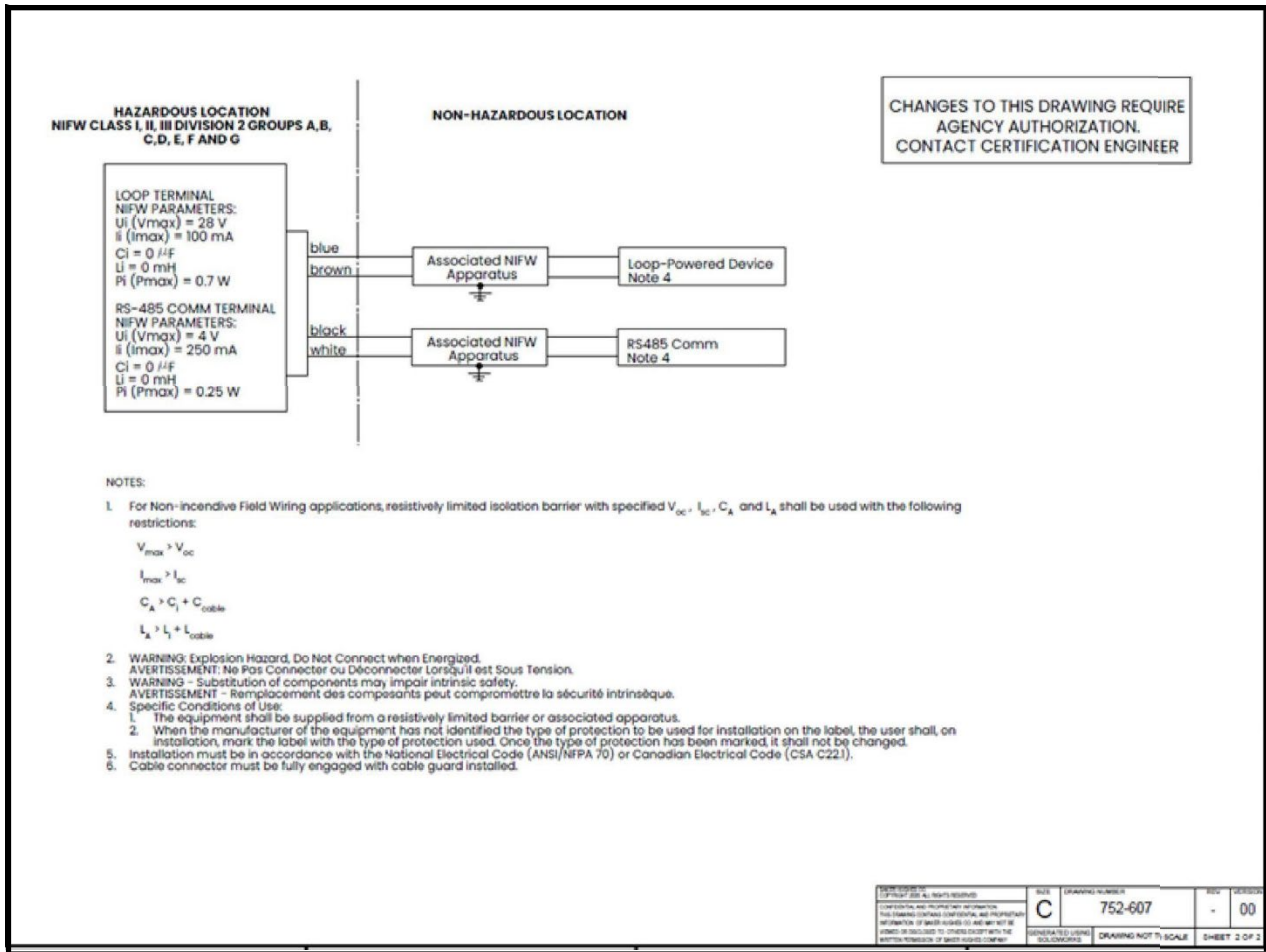

Abbildung 11: HygroProII Installationskontrollzeichnung für nicht-zündfähige Verdrahtung vor Ort in Bereichen der Division 2 (siehe 752-607)
Schließen Sie für die Verdrahtung des HygroProII in klassifizierte EX-Bereiche die offenen Aderenden des zusammen mit dem Transmitter gelieferten IS-Kabels wie in den Installationsdiagrammen in Abbildung 10 und Abbildung 11 gezeigt an, entsprechend einer der folgenden Voraussetzungen:
- **Nicht entzündlich Verdrahtung vor Ort und Zenerbarrieren:** Zur Verwendung in EX-Bereichen der Class I/II/III, Division 2 (Abbildung 11).